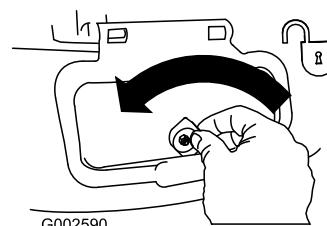

Bild 26
1. Entriegeln Sie die Seitenwurfsicherung (Bild 26).